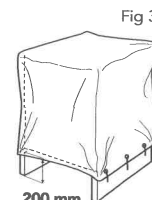

Fig 3
- endast i undantagsfall kan lagring ske under presenning, som då skall täcka fönsterpartiets översida och sidor väl och förankras så att nederbörd ej kan tränga in, se fig 3.